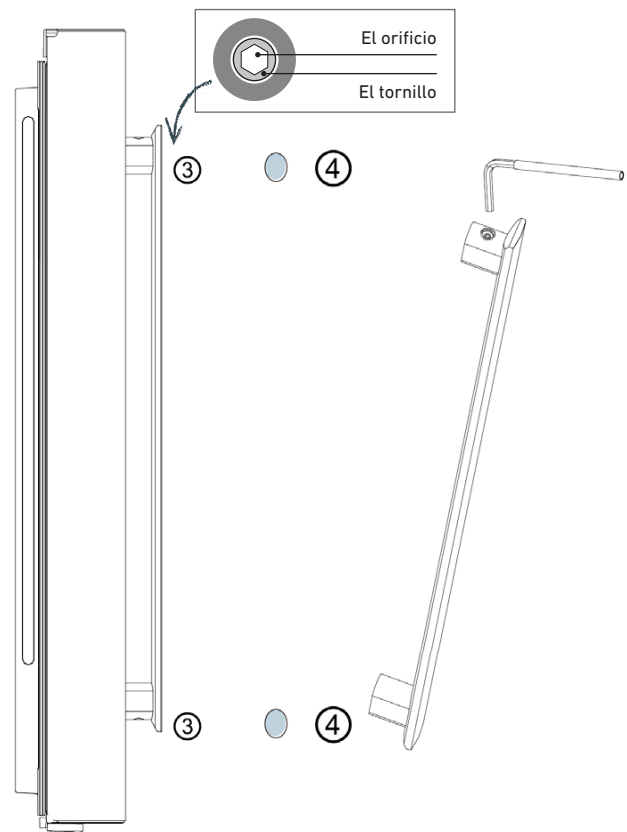

Figura 9
2) Ponga el tirador en la puerta, sobre el perno ① y compruebe que quede alineado con la superficie de la puerta. Consulte la Figura 9.
3) Fije el tirador girando el tornillo ③ en el extremo, a continuación, compruebe que esté bien montada sacudiéndola con suavidad.
4) Instale el tapón ④ sobre el orificio del tornillo del tirador para completar la instalación.